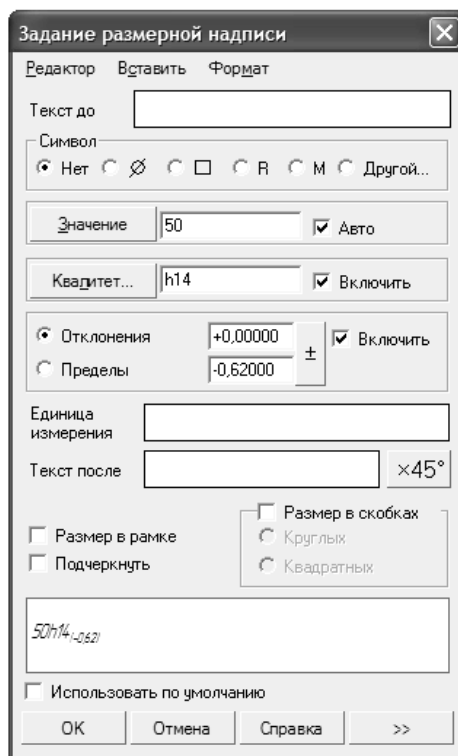

Рис. 2
7) Включите кнопку значка диаметра в группе «Символ» и флажки «Включить» в группах «Квалитет» и «Отклонения» (рис. 2). Посмотрите на поле просмотра в нижней части диалогового окна. В размерной надписи уже имеются все необходимые элементы.